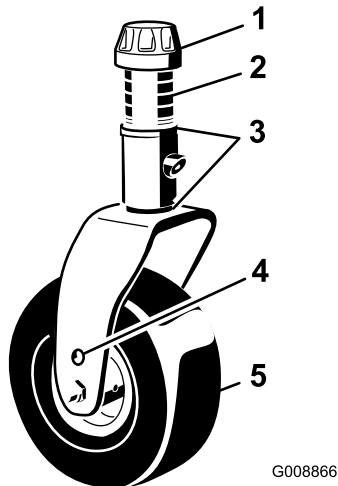

Bild 30
3. Stellen Sie die Beilagscheiben (3 mm) an den vorderen Laufradgabeln auf die entsprechende Schnitthöhe auf dem Aufkleber ein (Bild 30), siehe Einstellen der Schnitthöhe \(Seite 29\).